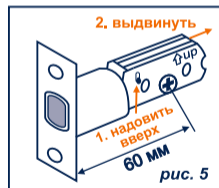

рис. 5
- 3.1. Надавить одновременно до упора снизу вверх с двух сторон на металлический стержень, защищенный черными пластиковыми заглушками. *рис.5*;